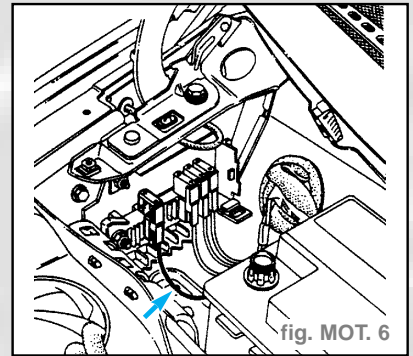

fig. MOT. 6
- Déconnecter le fil d'alimentation injection situé dans la boîte à eau (fig. MOT. 6).